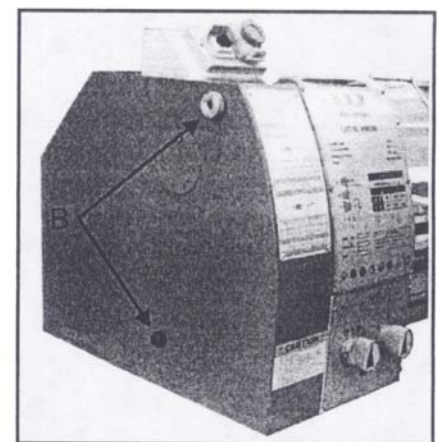

Bild 5
1. Öffnen sie die Getriebeabdeckung, indem sie die Schrauben "B" abnehmen, wie im Bild 5 ersichtlich.
2. Lockern sie die Schraube (C, Bild 5) um den V-Riemen zu entspannen.